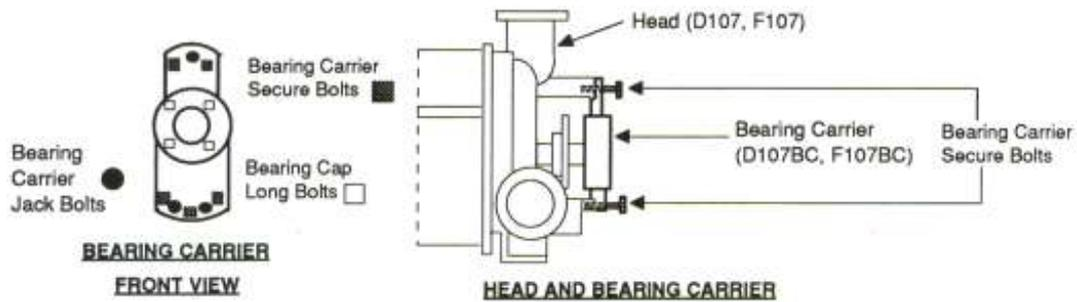

Figura 22. Montaggio del supporto del cuscinetto
- Montare i controdadi nei supporti del cuscinetto con la filettatura rivolta verso la testa (vedi figura 22). Serrare i bulloni alternando finché le superfici del supporto del cuscinetto e della testa non siano correttamente e saldamente in appoggio.